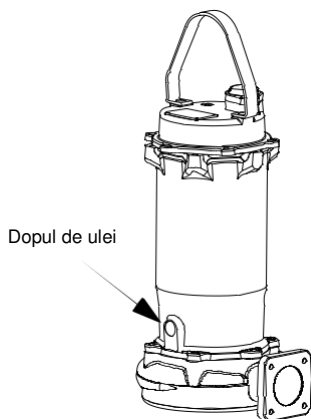

Fig. 14 Poziția dopului de ulei
1. Slăbiți dopul de ulei. Vezi fig. 14.